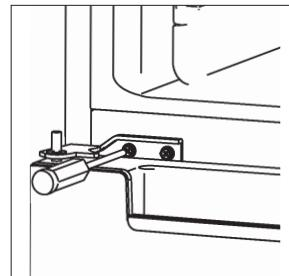

Fig. 14
- ▶ Atornille la bisagra inferior (8) con los dos tornillos de sujeción.
- ▶ Atornille las patas del aparato (9).
- ▶ Vuelva a colocar el aparato en posición vertical. A continuación, nivele su posición horizontal enrosando o desenroscando las patas del aparato (9).
- ▶ Encaje ahora la puerta del congelador (7) en la bisagra inferior (8) situando el hueco de la parte inferior de la puerta del congelador (7) sobre la espiga.
- ▶ Mantenga cerrada la puerta del congelador (7).
- ▶ Mueva la bisagra central (6) al lado izquierdo.
- ▶ Coloque dos arandelas en la espiga de la bisagra central y la espiga, en la puerta del congelador (7).
- ▶ Fije la bisagra central (6) con los dos tornillos y un destornillador de estrella (fig. 14).